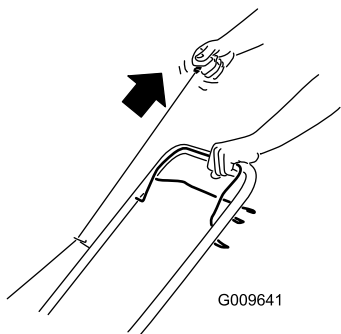

Bild 11
2. Ziehen Sie am Rücklaufstartergriff (Bild 11).
Hinweis: Ziehen Sie leicht am Startergriff, bis Sie einen Widerstand spüren. Ziehen Sie ihn dann kräftig durch (Bild 11). Lassen Sie das Seil langsam zum Griff zurücklaufen.